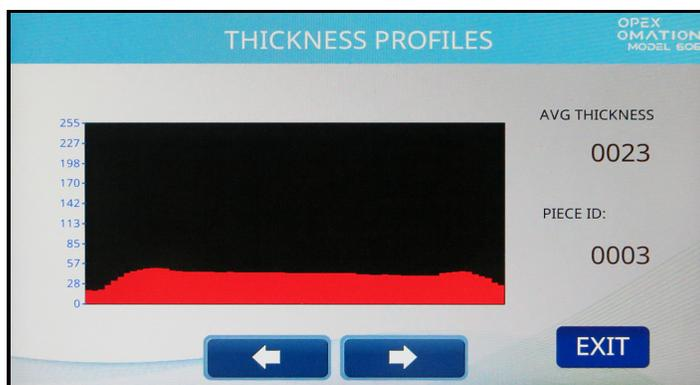

図 6-17 : 厚さプロファイル画面
- **PROFILES** - 図 6-17 に示すように、処理された各封書の長さに沿った厚さのグラフを表示します。矢印ボタンでサンプルの前後の封書を切り替えることができます。